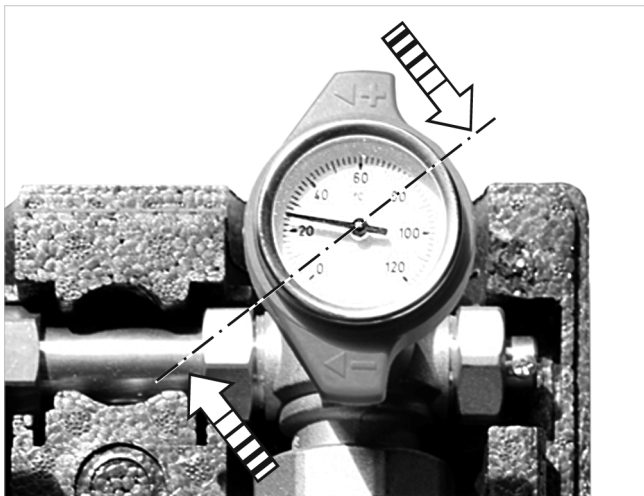

Abb. 4: Kugelhahn mit integriertem Thermometer
- Bei 45°-Schrägstellung des Kugelhahn-Handgriffes (gestrichelte Linie in → Abb. 4) ist die Schwerkraftbremse geöffnet.